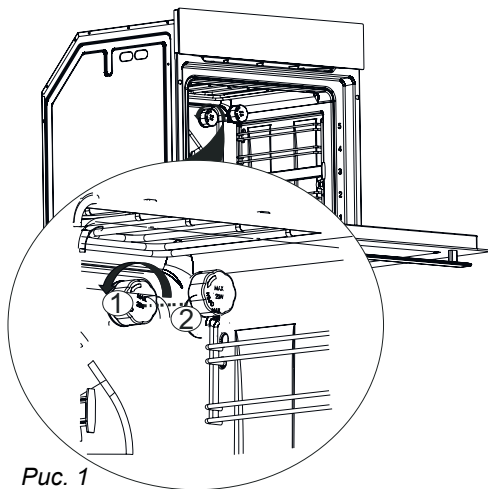

Рис. 1
- Снимите крышку лампы (Рис. 1/1), повернув ее против часовой стрелки. (Рис. 1/2).